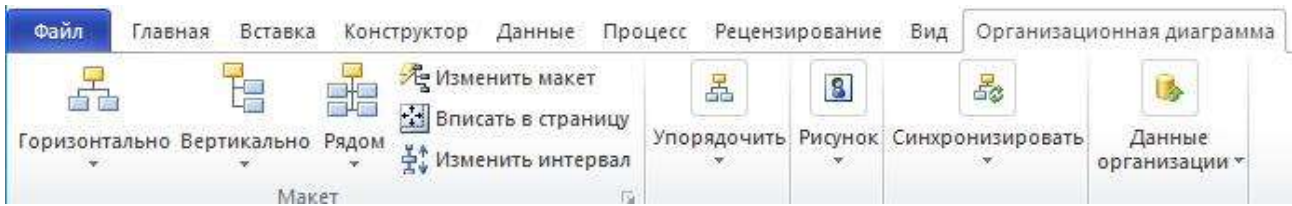

Рис. 2.2. Инструментальная панель организационной диаграммы
На інструментальній панелі є кнопки для виконання команд, що дають змогу змінити вигляд схеми (рис. 2.2).
2. На панелі інструментів «Фигуры диаграммы» (рис. 2.2) клацнути на опції розташування фігур.